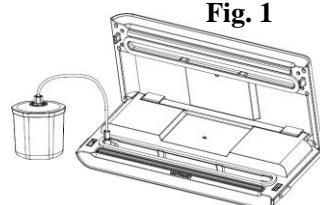

Fig. 1
3. Öppna apparatens lock. Anslut den ena änden av slangen till luftintaget i vakuumkammarområdet och anslut den andra änden av slangen i mitthålet på matbehållarens lock. Vrid vredet på matbehållarens lock till positionen "SEAL" – Fig. 1 & 2.